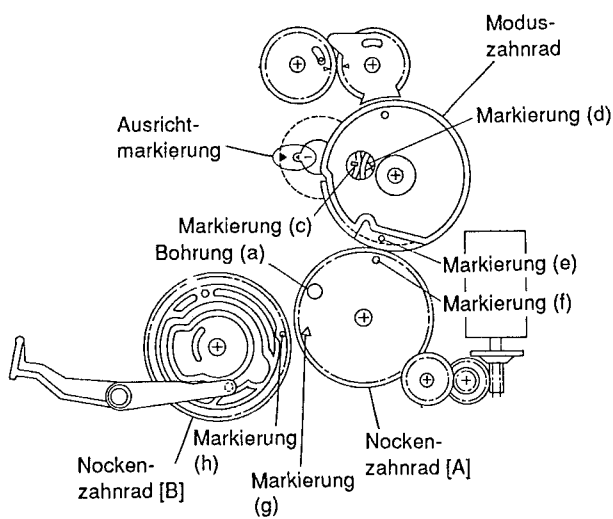

Abb. 4-24
- 1) Die Markierung (f) an dem Nocken Zahnrad [A] und die Markierung (e) an dem Moduszahnrad ausrichten (Abb. 4-24).
- 2) Den Pfeil an der Sensorleiterplatte (MWB) und den Pfeil (Nr. 1) auf dem Bandlaufwerk-Statusschalter ausrichten (siehe Abb. 4-24)
- 3) Unter den obigen Bedingungen die Markierung (c) an dem Bandlaufwerk-Statusschalter und die Markierung (d) an dem Moduszahnrad ausrichten (siehe Abb. 4-24).
- 1) Die Bohrung (a) in dem Nocken Zahnrad [A] und die Bohrung in dem Chassis ausrichten. Auch die Markierung (f) an dem Nocken Zahnrad [A] und die Markierung (e) an dem Moduszahnrad ausrichten (siehe Abb. 4-24).
- 2) Die Markierung (h) auf dem Nocken Zahnrad [B] und die Markierung (g) auf dem Nocken Zahnrad [A] ausrichten (siehe Abb. 4-24).